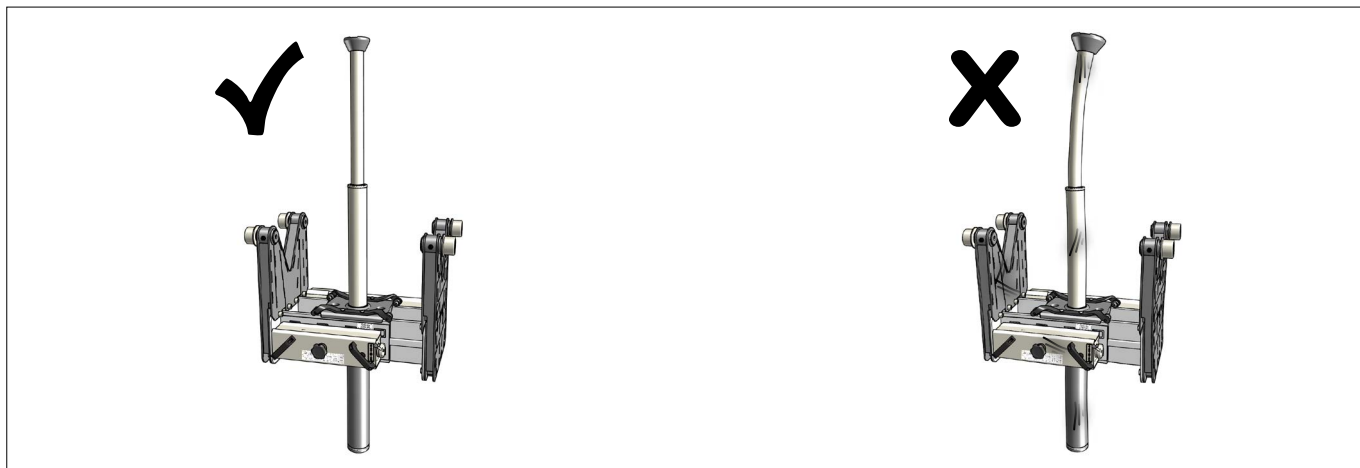
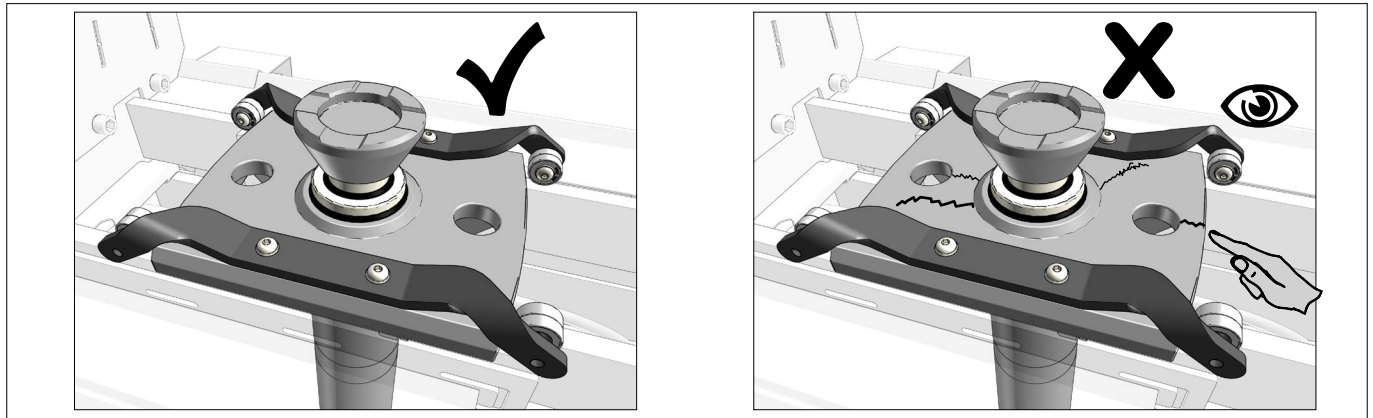

Fig.43
Fig.48
- (NO) I henhold til nationale bestemmelser – dog mindst en gang om året – skal følgende kontrolleres af en sagkyndig:
- Skader (Fig.43) og unormalt slid (Fig.48), (Fig.49)
- Damage (Fig.43), wear and tear (Fig.48), (Fig.49)
- Schäden (Fig.43) und ungewöhnliche Abnutzung (Fig.48), (Fig.49)
- Dommages (Fig.43) et usure (Fig.48), (Fig.49)
- Slitage (Fig.43), (Fig.48), (Fig.49)
- Vauriot (Fig.43) ja yleinen kuluminen (Fig.48), (Fig.49)
- Schade (Fig.43) en slijtage (Fig.48), (Fig.49)
- Daños (Fig.43) y desgaste (Fig.48), (Fig.49)
- Повреждений (Fig.43) и износа (Fig.48), (Fig.49)
- Danni (Fig.43) e usura (Fig.48), (Fig.49)